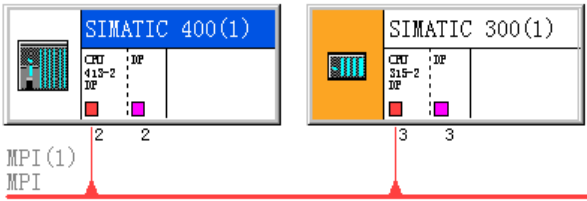

图 14-3 NetPro 中已连接好的 MPI 网络
关闭 HW Config，点击 SIMATIC 管理器的工具栏上的  按钮，打开网络组态工具 NetPro，可以看到一条自动生成的标有 MPI (1) 的网络，和没有与网络相连的两个站，图 14-3 是已经连接好的 MPI 网络。
也可以在 NetPro 中，将图 14-3 的 CPU 方框中代表 MPI 接口的小红方块“拖放”到 MPI 网络上，该站便被连接到网络上了，这是一种方便快捷的连接方法。也可以用“拖放”连接点的方法，断开 CPU 与 MPI 网络之间的连接。